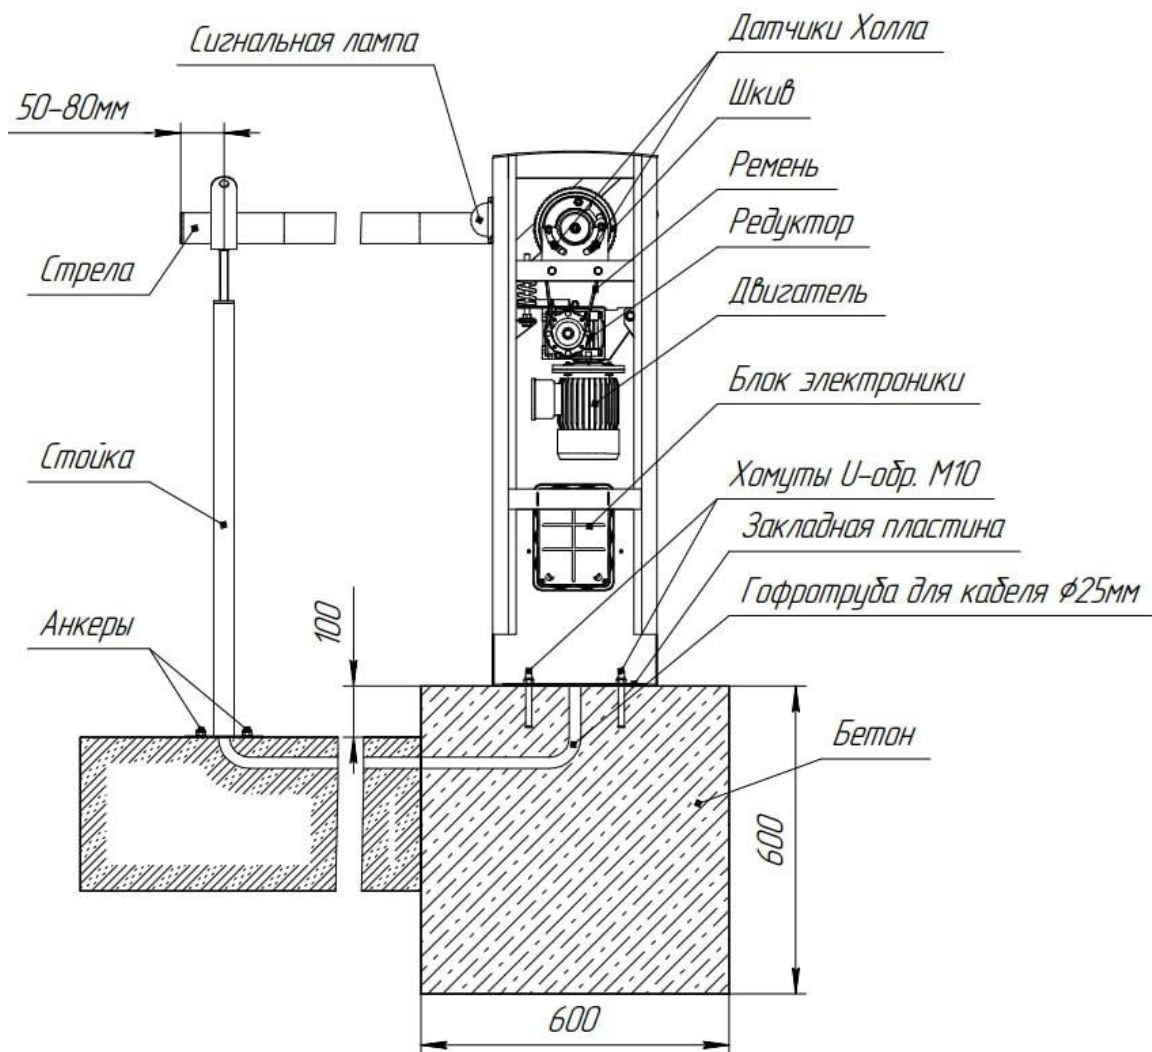

Рисунок 1
Шлагбаум следует установить на фундамент размером 600х600х600 из бетона марки не ниже М400. В процессе заливки фундамента необходимо в него установить монтажный комплект: закладную пластину и хомуты U-обр М10, при этом концы хомутов должны выступать над поверхностью фундамента своей резьбовой частью на высоту не менее 40 мм. Сам фундамент должен выступать над уровнем проезжей части не менее 100мм (см. Рис. 1, 2). После застывания фундамента тумба шлагбаума закрепляется на резьбовые части хомутов с помощью гаек М10 с кузовными шайбами М10.
На производстве шлагбаумы собираются в правостороннем исполнении (если смотреть со стороны крышки тумбы, стрела с права см. Рисунок 1, 2).
- * Переставить балансировочную пружину с левого крепления на рычаге и зацепе на правое крепление (см. Рисунок 1).
Концевые выключатели настраиваются таким образом, чтобы при срабатывании выключателя рычаг останавливался на расстоянии 1-2 мм от упоров, расположенных на верхней поверхности корпуса шлагбаума, не касаясь их (см. Рисунок 1).
Сигнальная лампа подключается к разъему **X3**. Напряжение ~220В. Активируется при движении стрелы шлагбаума. Лампа крепится с боку корпуса шлагбаума (см. Рисунок 1)